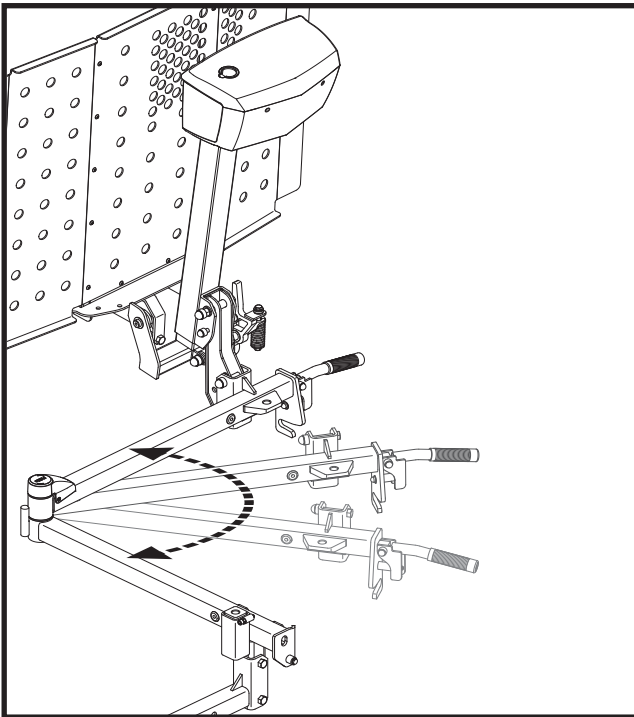

Figure 19. Déplacer le système de levage
2. Aligner l'adaptateur escamotable sur le récepteur et verrouiller comme indiqué sur la figure 19.